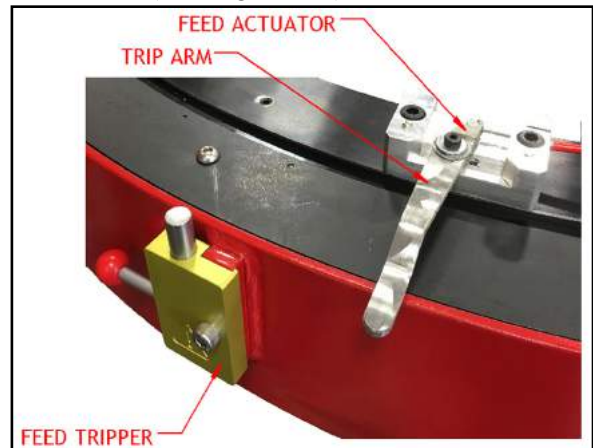

FIGURE 3-9. EMBRAYEMENT DU DOIGT D'AVANCE
1. Installez les doigts d'embrayage tel qu'il est nécessaire (voir Figure 3-9).